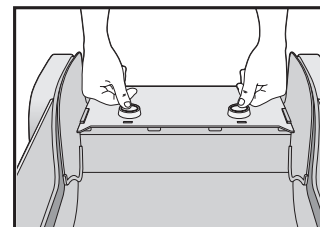

Fig. 10
- Enfoncer les deux languettes du couvercle du contenant à déchets jetable (fig. 10). (Dégager le couvercle du contenant à déchets jetable du couvercle du compartiment du contenant à déchets jetable.)